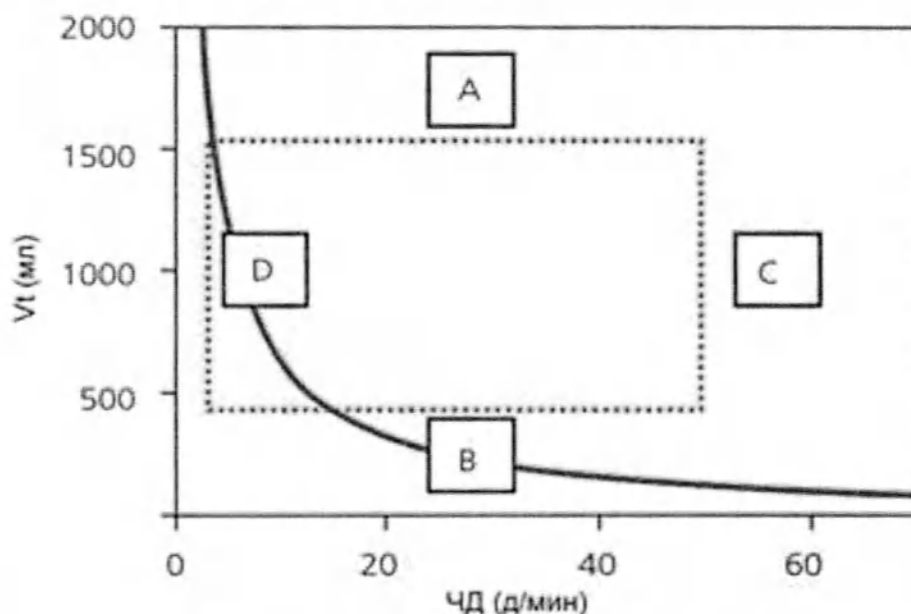

Рисунок D.3 – Безопасные границы для дыхательного объема и частоты дыхания:
- 4) Расчёт безопасных границ для f и V_t (см. рисунок D.3).